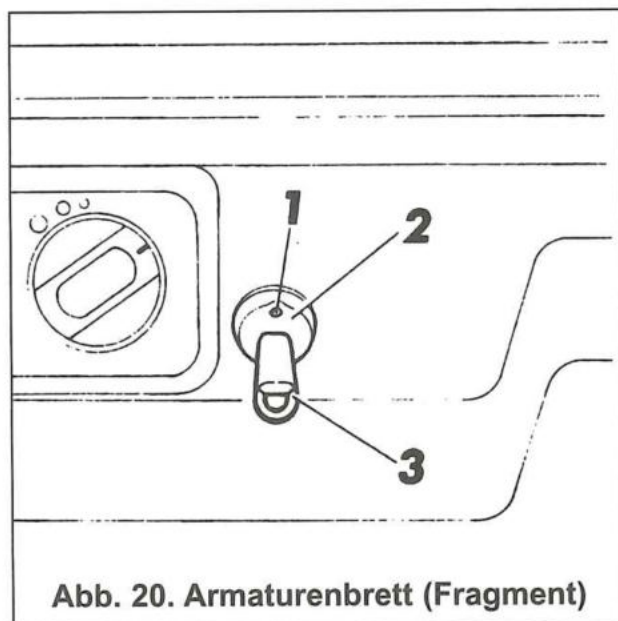

Abb. 20. Armaturenbrett (Fragment)
Die Wegfahrsperre muß bei der PDI-Durchführung aktiviert werden. Vergewissern Sie sich, daß die Wegfahrsperre angeschlossen ist und tadellos funktioniert. Dazu alle Fahrzeugtüren außer Fahrertür schließen, ins Fahrzeug einsteigen und die Fahrertür schließen. Die LED 1 (Abb. 20) der Wegfahrsperre-Anzeigeeinheit muß mit Frequenz 2 Mal pro Sekunde zu blinken beginnen. Einen von schwarzen Schlüsseln 3 an Anzeigeeinheit 2 bringen; die LED erlischt und gleichzeitig damit ertönt ein akustisches Doppelsignal.
1. Nach dem Öffnen einer der Türen oder kurzzeitiger Einschaltung der Zündung (falls der Schalter in der Tür defekt ist) wird der Immobilizer in den Zustand «Bereit zum Codelesen» für 30 Sekunden gebracht (die LED 1 (Abb. 20) der Anzeigeeinheit 2 blinkt doppelt so schnell).